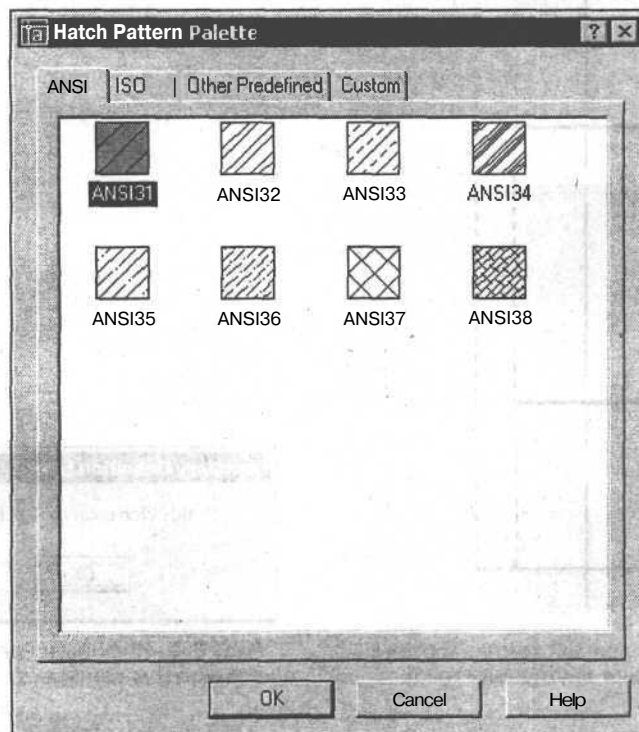

Рис. 8.2. Диалоговое окно образцов штриховки на вкладке **ANSI**
5. Для выбора образца штриховки нажмите кнопку с символом [...]. Откроется диалоговое окно **Hatch Pattern Palette** (Палитра образцов штриховки), в котором выберите вкладку ANSI (рис. 8.2).